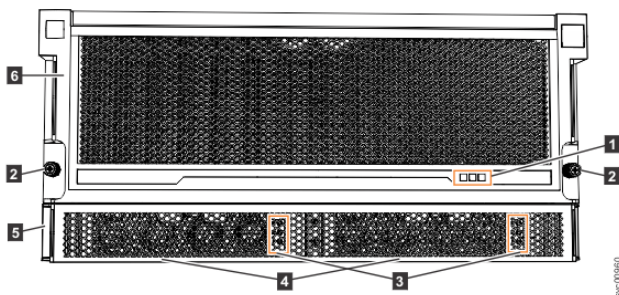
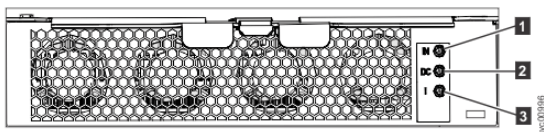

Рисунок 142. Индикаторы на передней панели корпуса расширения
Рисунок 143. Индикаторы в передней части блока питания
Как показано на Рисунок 142 на стр. 126, спереди на корпусе расширения 5U расположены световые индикаторы панели дисплея (1) и всех блоков питания (3).
Корпус расширения 5U содержит два блока питания (PSU) (4 на Рисунок 142 на стр. 126), доступные с передней стороны корпуса. Каждый PSU оснащен собственным набором индикаторов (см. Рисунок 143 на стр. 127).